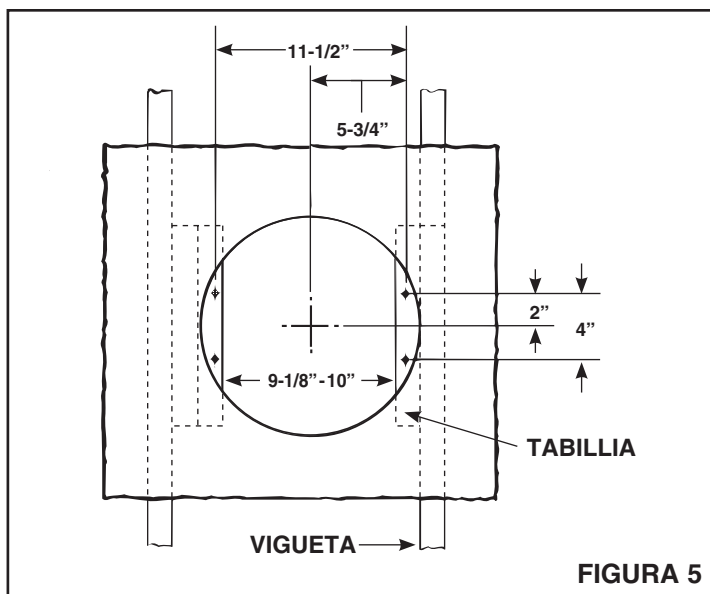

FIGURA 5
7. Refiérase a la Figura 5. Instale tablillas de 2 x 4 a ambas viguetas del techo. En algunos casos puede ser necesario utilizar más de una sola tablilla en un lado. La distancia entre las tablillas debe ser al menos de 9/8" pero no más de 10".